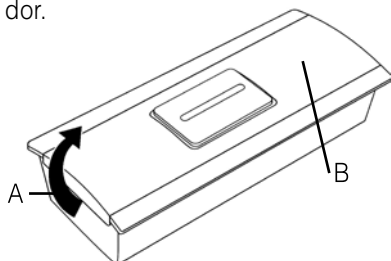

Ilustración 3: Botón de llamada
- a) Quite primero la placa frontal de plástico levantándola por una parte de la carcasa (fig. 3 A). Para ello, en caso necesario haga uso de un pequeño destornillador.
- g) Atornille con cuidado el pequeño tornillo (fig. 3 B) con un destornillador de estrella.